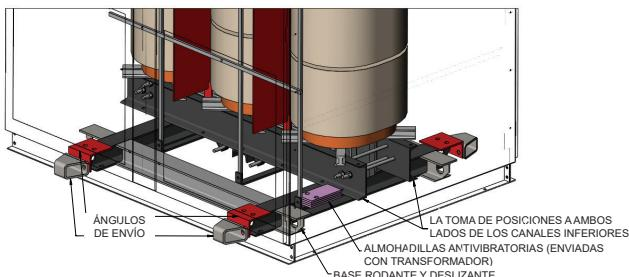

FIGURA 9
1. No levante o mueva un transformador sin contar con el equipo adecuado y personal experimentado. Las disposiciones de elevación se proporcionan solo en el interior del gabinete en el núcleo/bobina. Utilice siempre las disposiciones de elevación proporcionadas por el fabricante. NO TOME DEL GABINETE PARA LEVANTAR EL TRANSFORMADOR. Se recomienda rodar y deslizar en los transformadores con una base deslizante pre ordenada. (Ver la figura 9)
1. Se recomienda que las almohadillas antivibración u otros dispositivos de aislamiento de vibración estén presentes cuando se realice la instalación de los transformadores de tipo seco. Se proporcionan almohadillas antivibración de goma con el transformador y deben instalarse en el sitio. Al instalar las almohadillas antivibración debajo de viga de base del transformador, asegúrese de que se tome solo del núcleo y la bobina para elevar el transformador (consulte "Procedimientos de elevación"). Si se proporciona el gabinete y éste está unido al núcleo y la bobina a través de los ángulos de embarque, asegúrese de que los ganchos de embarque y los ángulos de embarque sean retirados en todas las ubicaciones (ver figura 9 y 10) antes de tomar solo del núcleo y la bobina para levantar el transformador a fin de instalar las almohadillas antivibración (u otros aislamientos de vibración requeridos por el diseño).